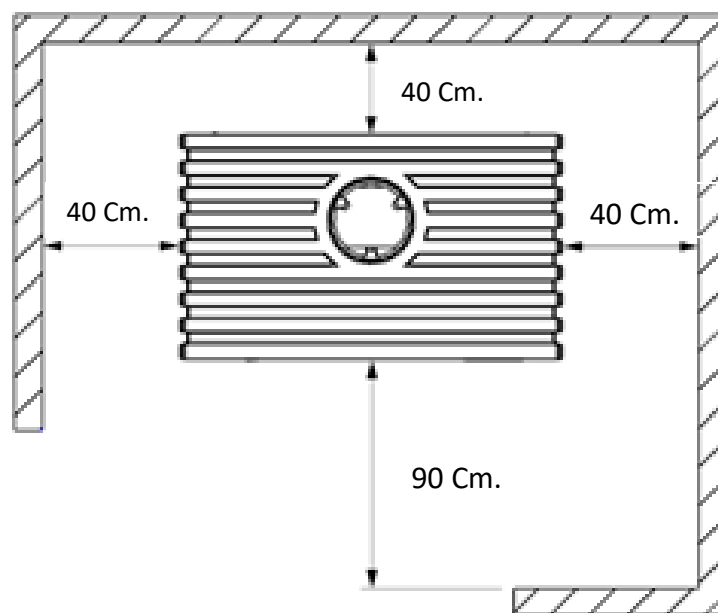

FIG. 6 – DISTANZE DI SICUREZZA
- Quando si installa la stufa, occorre ricordare le distanze di sicurezza necessarie, sia della stufa sia della canna fumaria, dalle superfici combustibili (pareti in legno o tappezzate, pavimento in legno, ecc.). La distanza di sicurezza deve essere rispettata quando il rivestimento delle pareti o delle zone nei pressi della stufa può essere soggetto a deterioramento o deformazione a causa della temperatura (vernici, pitture, PVC, ecc.). Fig. 6